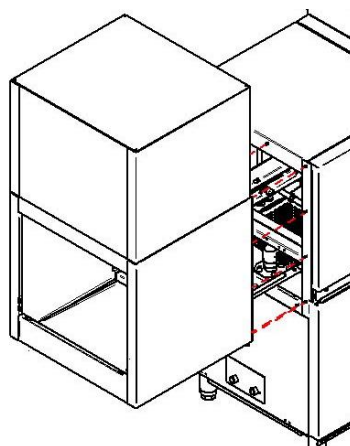

Imagen 6.- Amarrar el túnel de secado a la máquina
- Amarrar el túnel de secado a la máquina usando los tornillos, arandelas y tuercas M6 que se suministran en la dotación del túnel de secado. **Ver imagen 6.** Para sujetar el túnel a la máquina es necesario la ayuda de un segundo operario o de un elemento elevador.